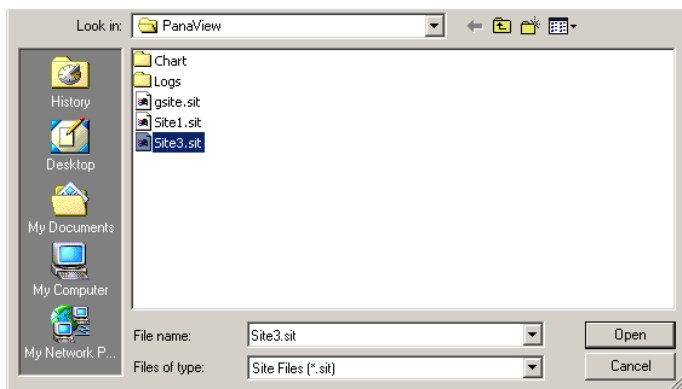

Рисунок 32: Выбор файла объекта
2. затем щелкните *Save site to meter* (Сохранить файл объекта в памяти расходомера). Откроется окно, показанное на рис. 32.
Откроется окно *Site file selection* (Выбор файла объекта) (см. рис. 32).
3. Откроется окно *Site file selection* (Выбор файла объекта) (см. рис. 32). Введите нужное название объекта (теперь с суффиксом .prt) и щелкните [save] (сохранить). Приложение PanaView отобразит текстовую версию объекта, как показано на рис. 34.